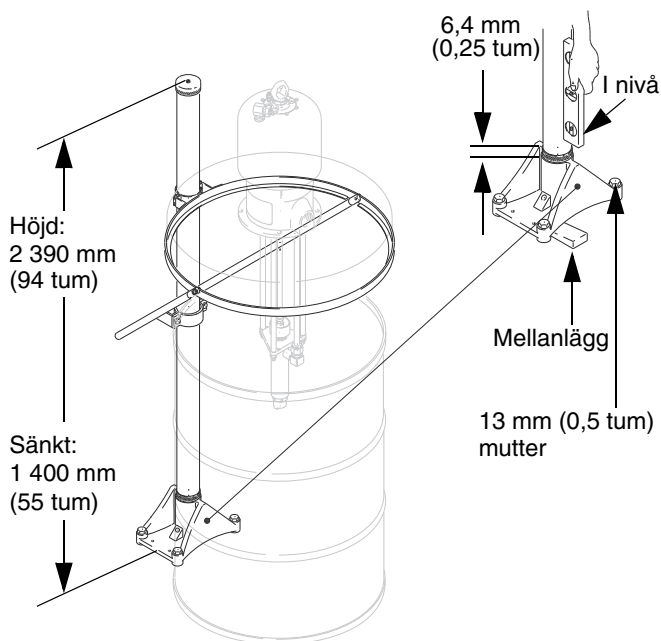

FIG. 2
Placera lyften där det finns minst 2,75 m (9 fot) överliggande frigång. Markera och borra hålen för 13 mm (0,5 tum) monteringsmutterar. Se FIG. 2 och måttritningen på sidan 15. Nivåjustera basplattan (17) och använd mellanlägg vid behov. Säkra basplattan till golvet med 13 mm (1/2 tum) monteringsmutterar som är tillräckligt långa för att förhindra att lyften välter.